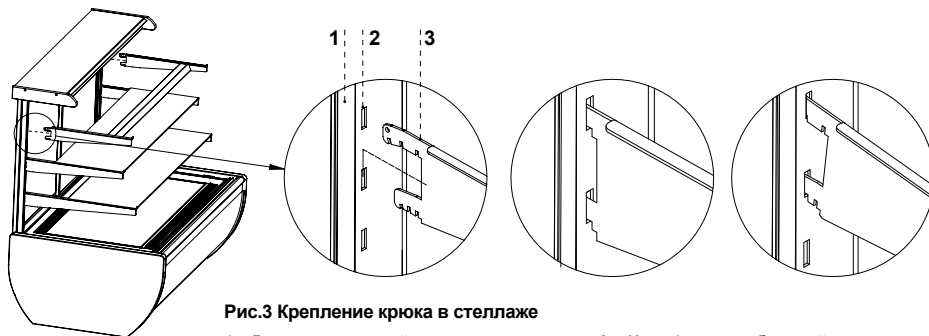

Рис.3 Крепление крюка в стеллаже
1. (Касается только модели „Jamaјka”) Установить крюки с лампой освещения в стеллаже Рис.3 (стр.37)